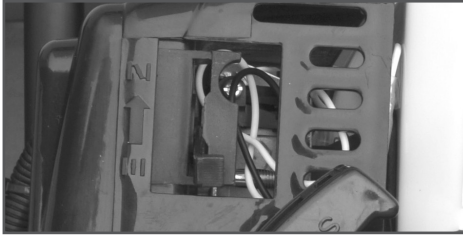

Рис. 6 Рычаг воздушной заслонки
4. Закройте воздушную заслонку. Для этого рычаг заслонки переведите в верхнее положение (Рис. 6).
6. Выберите свободный ход шнура стартера (Рис. 7). Для этого потяните за ручку стартера до тех пор, пока не почувствуете сопротивление, затем произведите резкий рывок за ручку. Повторите эти действия 5-6 раз до первой вспышки двигателя. Двигатель запускается только на короткое время и сразу глохнет. 7. После первого запуска откройте воздушную заслонку, для этого переведите рычаг управления воздушной заслонкой в нижнее положение (Рис. 6).